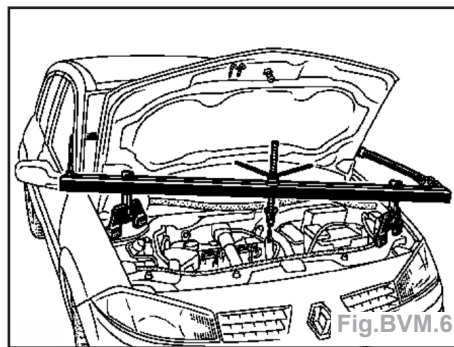

Fig.BVM.6
- Mettre en place l'outil support moteur (Mot.1453) (Fig.BVM.6).
- Mettre en place l'outil support moteur (**Mot. 1453**) (Fig.BVM.6).